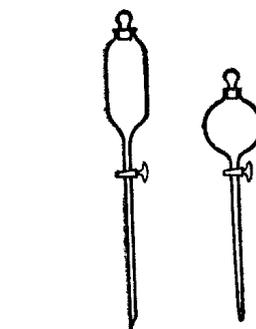

Рисунок 7 – Капельные воронки
3. Капельные воронки (рис.7) служат для приливания жидкости к реакционной смеси. Перед работой с капельной воронкой шлиф стеклянного крана нужно слегка смазать вазелином; это дает возможность легко открывать кран, что очень важно, так как если кран открывается туго, то можно, открывая, сломать его или повредить весь прибор. После смазывания крана следует проверить, не пропускает ли воронка воду при закрытом кране.